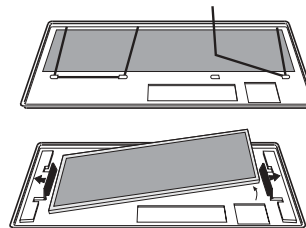

Fig. 3
- Débloquez le filtre à graisses (pour certains modèles - Fig. 3).